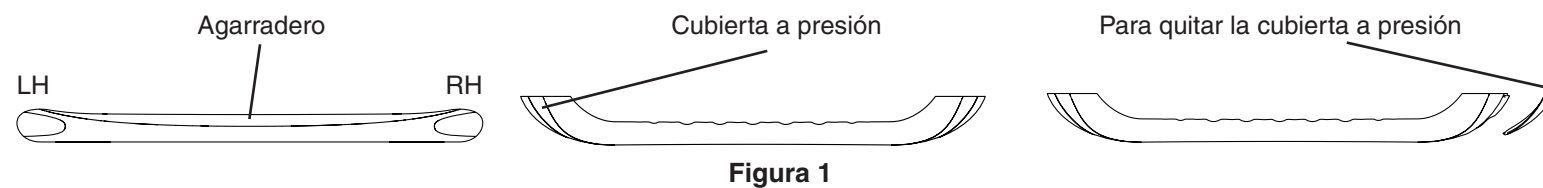

Figura 1
2. Determine dónde quiere instalar la barra de soporte. **Nota: el agarradero suave debe siempre quedar hacia la palma de su mano (vea la Figura 1).**
3. Retire la cubierta a presión de la barra jalándola directamente hacia fuera desde el lado (**vea la Figura 1**). **Nota: cada cubierta a presión es específica a uno de los lados. En la parte posterior de cada cubierta a presión se muestra RH para el lado derecho y LH para el lado izquierdo.**